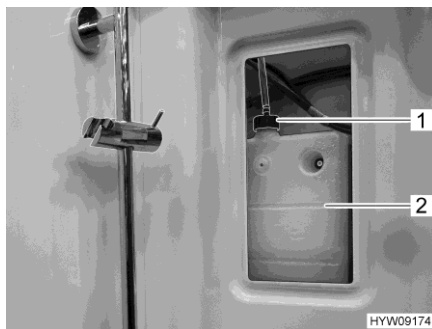
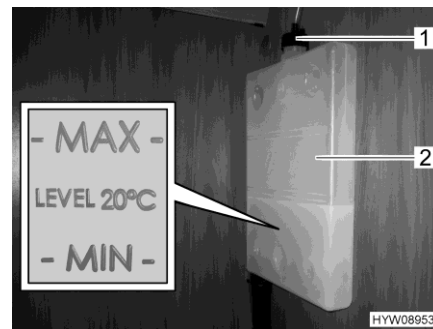

Fig. 211 Recipiente de compensación (calefacción de agua caliente)
Fig. 212 Marca "MIN/MAX"
- Quitar la cubierta para el recipiente de compensación (Fig. 211,2) en la parte superior derecha en la ducha.
- Comprobar si en el recipiente de compensación (Fig. 212,2) el líquido está entre las marcas "MIN" y "MAX" (Fig. 212).
- Abrir la tapa giratoria (Fig. 211,1 ó Fig. 212,1) del recipiente de compensación.